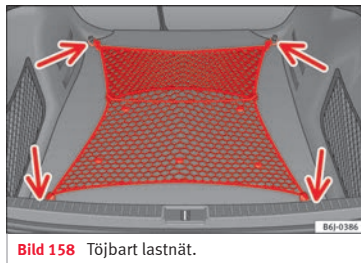

Bild 158 Töjbart lastnät.
- Fäst lastnätet i de fyra fästöglorna **» bild 158** (pilar).